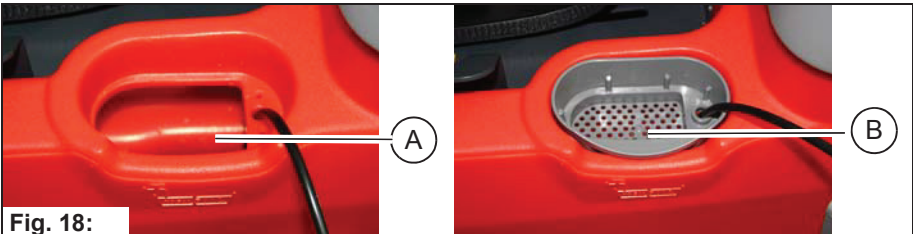

Fig. 18:
2. Retirer l'élément encastrable de l'orifice de remplissage **Fig. 18-A**.
4. Ajouter du produit nettoyant selon les prescriptions du fabricant à travers l'élément de tamis **Fig. 18-B**.